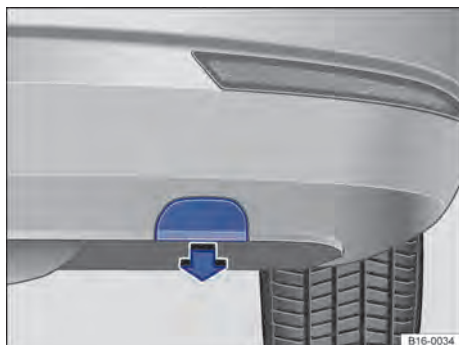

Fig. 244 No para-choque traseiro à direita: remover cobertura.
- Retirar cuidadosamente a cobertura no sentido da seta ⇒ Fig. 244. Para isso poderá ser necessário aplicar uma força um pouco maior.
- Empurrar a cobertura no sentido contrário ao da seta até o batente no para-choque ⇒ Fig. 244.